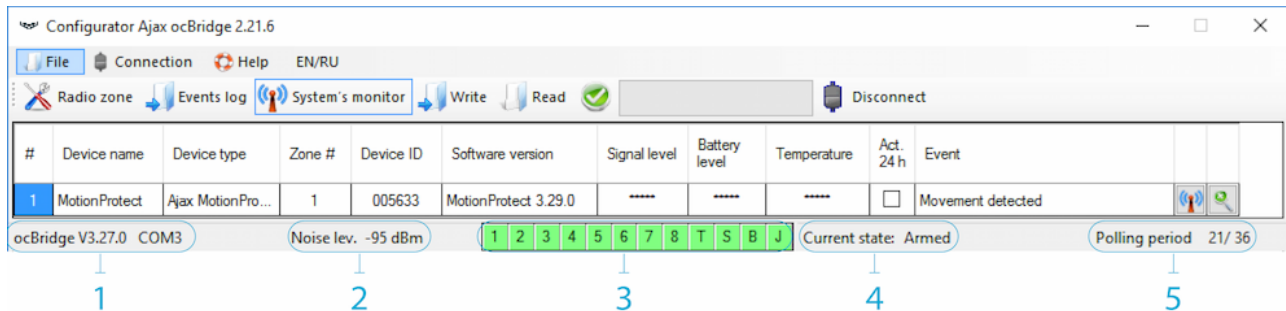

Imagen 15. Los sensores conectados entran en modo operativo
7. La página «**Supervisor del sistema**» está diseñada para el control del estado de los sensores y para las pruebas de su conexión de radio. El estado actual del sensor se define con su color de iluminación de fondo (Imagen 15):